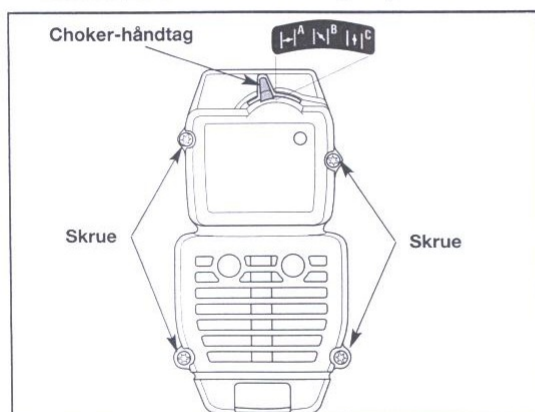

Fig. 18
1. Choker-håndtaget anbringes i mellemstilling (B).
OBS: Choker-håndtaget skal være i mellemstilling (B) (Fig. 18) ved aftagning af beskyttelseskærmen for luftfilter/udstødningsrør.
2. De fire (4) skruer, der holder beskyttelseskærmen for luftfilter/udstødningsrør fast (Fig. 18) tages af. Hertil benyttes en flad skruetrækker eller Torx skruetrækker nr. T20 med endemuffe.
OBS: For at beskyttelseskærmen for luftfilter/udstødningsrør skal kunne sættes tilbage på plads, skal choker-håndtaget være anbragt i mellemstilling (B) (Fig. 18).
2. De fire (4) skruer skrues fast i hullene i beskyttelseskærmen for luftfilter/udstødningsrør (Fig. 18) og stammes til. Hertil benyttes en flad skruetrækker eller Torx skruetrækker nr. T20 med endemuffe. Der strammes ikke for kraftigt til og forceres ikke.